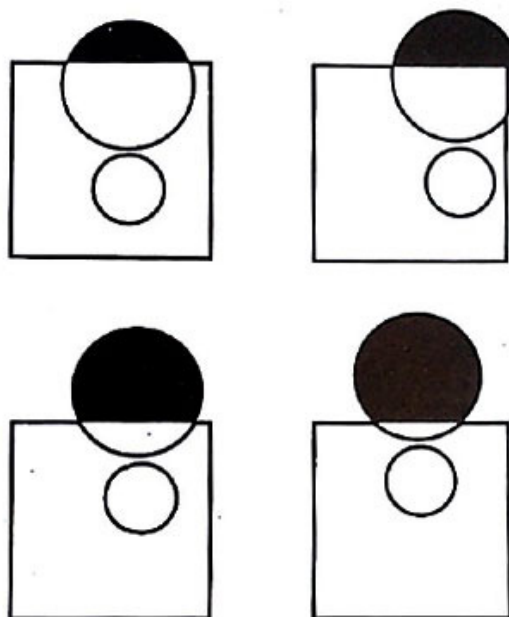

Rysunek 3
Bloczek blokujący (3) przytrzymuje obrabiany element w miejscu podczas zginania. Matryce (17-23) na ręczce (9) wyginają obrabiany element wokół długiej przetyczki (1) lub wybranej matrycy środkowej, jak pokazano na rysunku 3. Obrabiany element wygnie się w kształt matrycy gnącej, gdy będzie zginany wokół długiej przetyczki lub wybranej matrycy środkowej (rysunek 3).